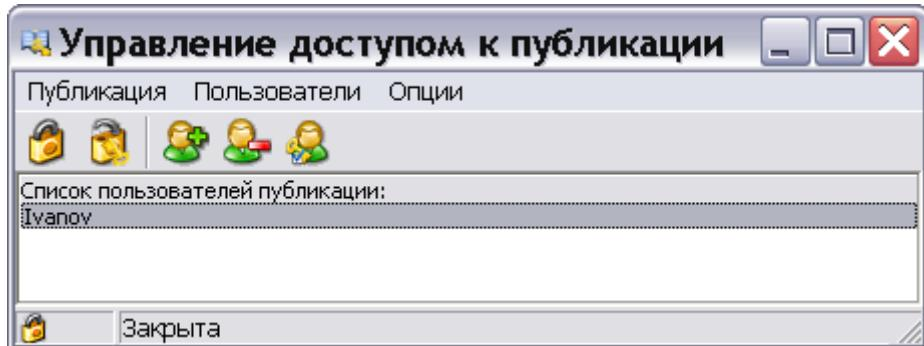

Рис. 204
1. Запустите файл утилиты TGPubAccess.exe и введите пароль входа в утилиту. После этого откроется окно **Управление доступом к публикации** (Рис. 204).